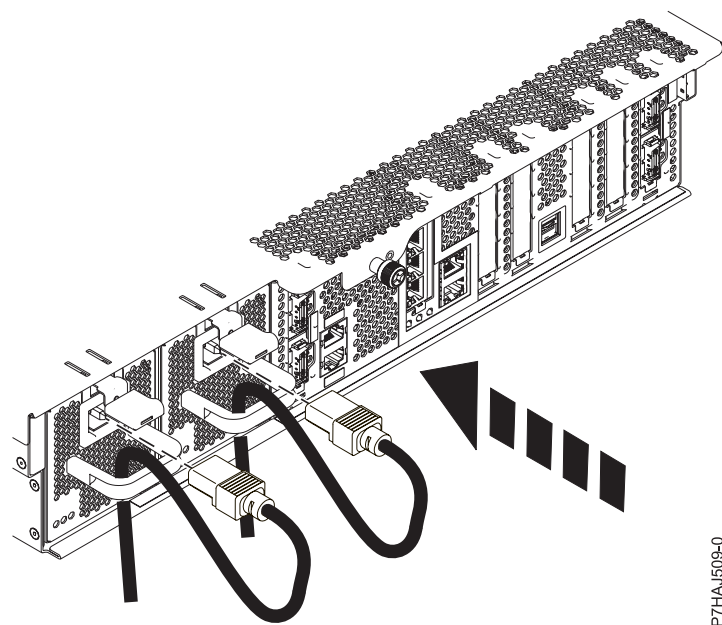

Figura 4. Colocación del cable de alimentación
4. Pase el cable de alimentación a través de la abrazadera de cable de la parte posterior de la fuente de alimentación, como se muestra en la Figura 4 en la página 6.